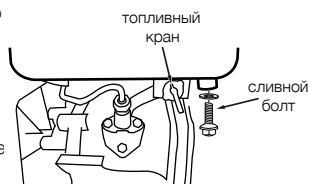

Рис. 12
9.6.1. Слив топлива осуществляется в следующей последовательности (см. рис. 12):